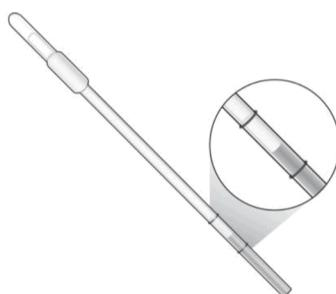

Figura 2. Rappresentazione di un livello adeguato di Sample Buffer (SB) utilizzando il Disposable Transfer Tool (DTT)
4. Aprire il lato sinistro (guardando l'etichetta) della busta contenente la PIE e rimuovere quest'ultima dalla busta. Una volta aperta la busta, la PIE deve essere utilizzata entro una (1) ora.
5. Rimuovere il DTT dal lato destro della busta e utilizzarlo per aspirare il sample buffer (SB) premendo l'intero bulbo. Il livello del liquido nel DTT deve trovarsi in un punto qualsiasi tra i due (2) segni (**Figura 2**). Se il livello del liquido non è compreso tra i due (2) segni, scaricare completamente l'SB nella SBT e ripetere questo passaggio finché il livello del liquido non si trova tra i due (2) segni come indicato nella Figura 2.